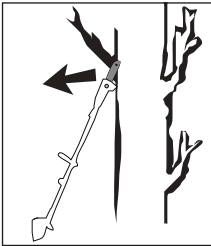

Abb. 2
- Rückschlag kann auftreten, wenn die Spitze der Führungsschiene **23** einen Gegenstand berührt oder wenn das Holz sich biegt und die Sägekette **17** im Schnitt festklemmt (siehe Abb. 2).